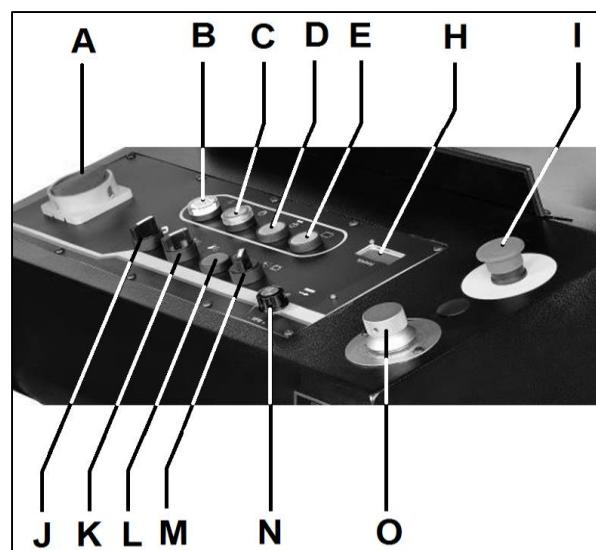
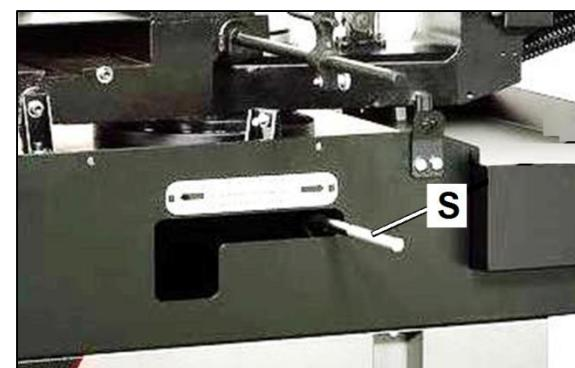

Figure 7-1 : Commandes de la machine
Figure 8-1 : Réglage d'usinage des onglets
- Si la lame est bloquée lors de la coupe, appuyez immédiatement sur le bouton d'arrêt d'urgence (I, Fig 7-1) pour désactiver la machine.
Tournez le bouton (N, Fig 7-1) pour régler la vitesse de la lame.
Branchez la machine à la source d'alimentation. Activez le commutateur principal (A, Fig 7-1). Le témoin d'alimentation (B) s'allume.
1. Appuyez sur le bouton (C) pour démarrer la pompe hydraulique.
**Remarque :** Si la pompe hydraulique ne démarre pas ou si la pompe démarre mais que la scie à archet ne s'élève pas lors de la sélection par l'interrupteur (J), cela veut dire que le moteur de la pompe fonctionne dans le mauvais sens. Changez deux des phases.
2. Sélectionnez le mode de fonctionnement manuel : tournez le commutateur (M) vers la gauche.
3. Utilisez le commutateur (J) pour lever la scie à archet.
4. Utilisez le commutateur (K) pour ouvrir l'étau avec le cylindre hydraulique.
1. Activez l'alimentation principale (A, Fig 7-1).
2. Appuyez sur le bouton (C) pour démarrer la pompe hydraulique.
3. Utilisez le commutateur (M) pour sélectionner le mode manuel
4. Utilisez le commutateur (J) pour lever la scie à archet.
6. Coupez l'alimentation principale (A).
7. Desserrez la scie à archet en tournant le levier de verrouillage (S, Fig 8-1) vers la gauche.